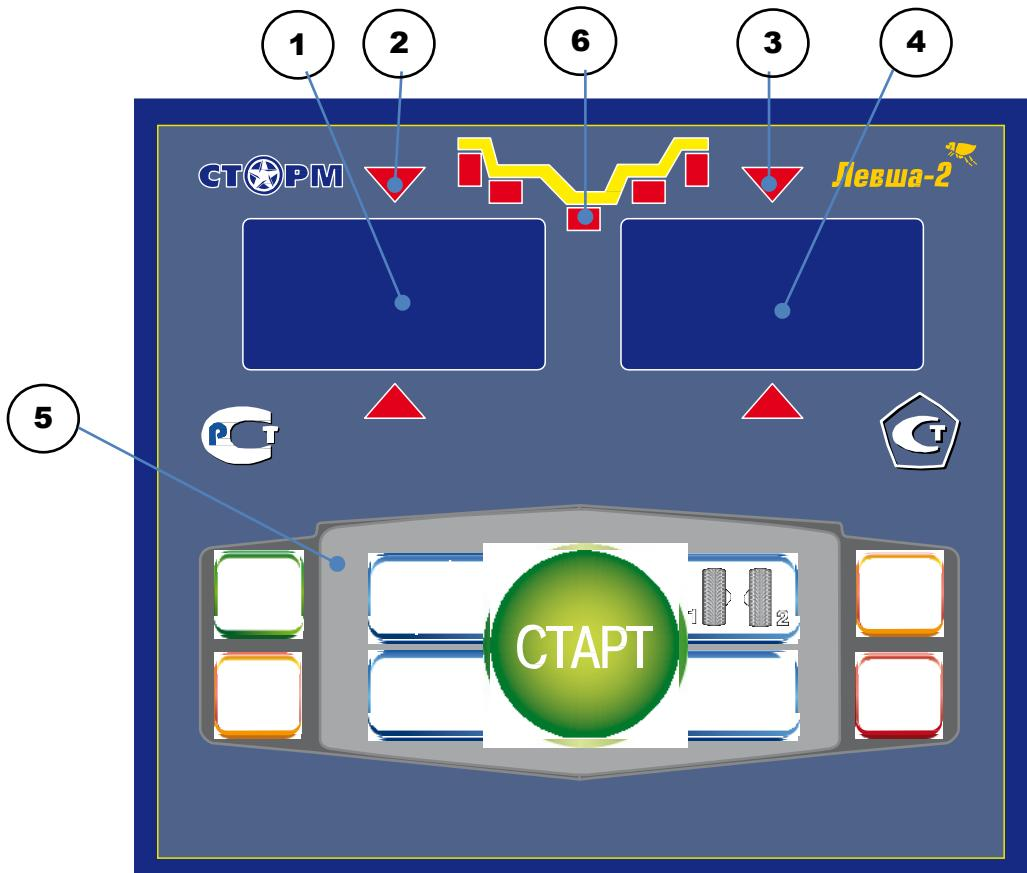

рис.8.1.
8.1. Общий вид лицевой панели показан на рис. 8.1.
При выдвижении штанги на индикаторах 1 (рис. 8.1) отображается значение параметра "A". Значение параметра "d" отображается на индикаторах 4.
Для ввода ширины нажмите кнопку "+" или "-" на индикаторах 1(рис.8.1) вы светится "-b-", а на индикаторах 4 значение ширины диска. Через 2-3 сек после установки ширины индикаторы в режим отображения текущего дисбаланса.
Дважды нажать кнопку "A, d, b", после чего на индикаторах 1 (рис.8.1) загорается символ "A", а на индикаторах 4 исходная величина дистанции. Нажимая кнопки "-" и "+" установить на индикаторах 4 требуемую величину дистанции. Через 2-3 сек после установки дистанции показания на индикаторах 1 и 4 возвращаются к отображению текущего дисбаланса, а кнопки "-" и "+" возвращаются в режим ввода ширины обода.
11.1. Переключение схем ALU1-ALU5 осуществляется последовательным нажатием кнопки "ALU" при этом схема установки грузов отображается загоранием соответствующих светодиодов 6 (рис.8.1), кроме того, на индикаторах 1 отображаются
Эта функция обеспечивается тем, что каждый раз при вводе новых геометрических параметров и установке требуемой программы ALU, предыдущее состояние запоминается. Для перехода от одного набора параметров к другому необходимо нажать кнопку "1-2". Визуальный контроль того, какие параметры установлены в данный момент, осуществляется нажатием "A,d,b" на индикаторах 4 (рис.8.1) будут последовательно отображены, установленные в данный момент диаметр и ширина обода и дистанция.
13.1. При включении тумблера питания СБ на индикаторах 1 (рис. 8.1) высвечивается трёхзначное число -номер версии программного обеспечения. Через 2-3 сек на индикаторах 1 и 4 должны загореться нули, кроме того должны загореться светодиоды 6, что свидетельствует о включении режима стандартной балансировки с установкой на обеих плоскостях коррекции грузиков на пружинках. На светодиодах 2 и 3 (рис. 8.1) должны загореться оба светодиода.
13.2. При включении СБ программа измерения дисбаланса настраивается таким образом, что дисбаланс менее 8 г (заводская установка) на любой плоскости коррекции не показывается, в этом случае на индикаторах 1 и 4 (рис. 8.1) высвечиваются "0". Минимальный дисбаланс отображающийся на индикаторах 1 и 4 равен 8г. Дисбаланс, превышающий 8г, округляется до величины кратной 5, т. е. дисбаланс 9, 10, 11 и 12 г отображается цифрой 10, дисбаланс 13, 14, 15, 16 и 17 г - цифрой 15 и т. д. Для просмотра неокруглённого значения дисбаланса или дисбаланса менее 8г. необходимо нажать кнопку "<", при этом на индикаторах 1 и 4 на 2-3 сек высвечиваются фактические значения дисбаланса, определённые в данном запуске.
13.5.1. Поднимите защитный кожух. Вручную поворачивайте колесо в направлении, которое показывают светодиоды 2 и 3 (рис. 8.1.) до тех пор, пока не загорятся оба светодиода и начнут мигать вместе с значением массы корректирующих грузов.
14.2.1. Войти в программу калибровки СБ, для чего нажать и удерживать кнопку "С". На индикаторах 1 и 4 (рис.8.1), появятся мигающие символы "CAL". После звукового сигнала символы "CAL" загораются постоянно.